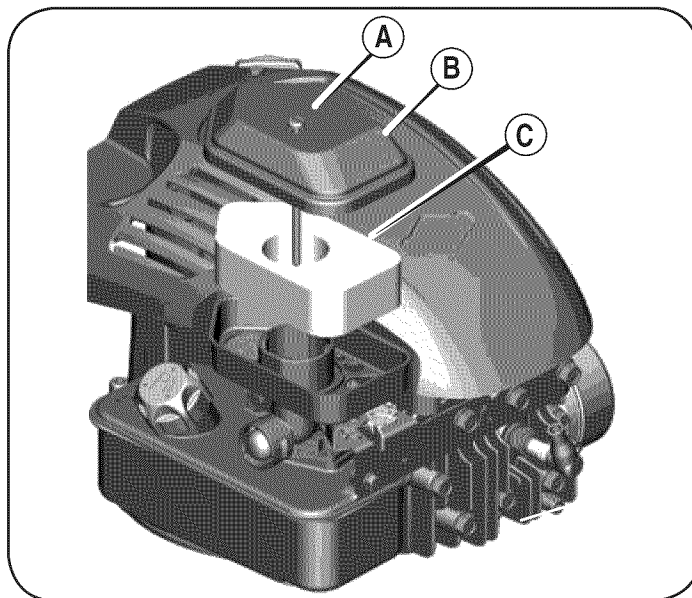

Figura 12
1. Remueva el tornillo (A) de la parte superior del conjunto del filtro de aire (B). Vea Figura 12.